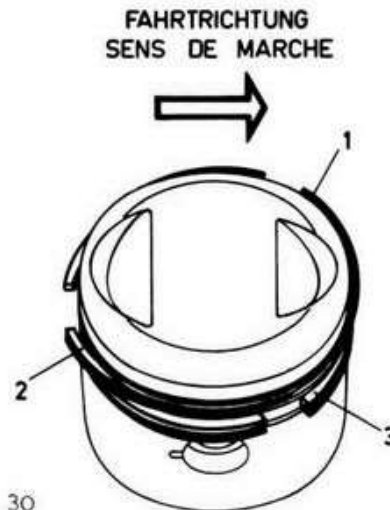

Fig. 30
- Kolbenringschlitz laut Fig. 30 am Umfang des Kolbens verteilen
- Positionner les fentes de segments sur le piston selon fig. 30